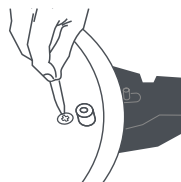

Fig. 10
Válvula de segurança (7). Está alojada no interior do sensor de pressão (2), embora atue de forma independente. Perante um excesso de pressão criado pela obstrução da válvula de trabalho/reguladora de pressão (3), este sistema de segurança entra em ação, libertando vapor para reduzir a sobrepressão interior da panela. Se, em qualquer momento, a válvula de segurança (7) for ativada, retire a panela da fonte de calor e permita que se liberte totalmente a pressão. Garanta a limpeza e o funcionamento adequado da válvula de trabalho/reguladora de pressão (3) (Fig. 10). Se o problema persistir, contacte um Serviço Técnico Autorizado da Fagor para proceder à inspeção da sua panela.